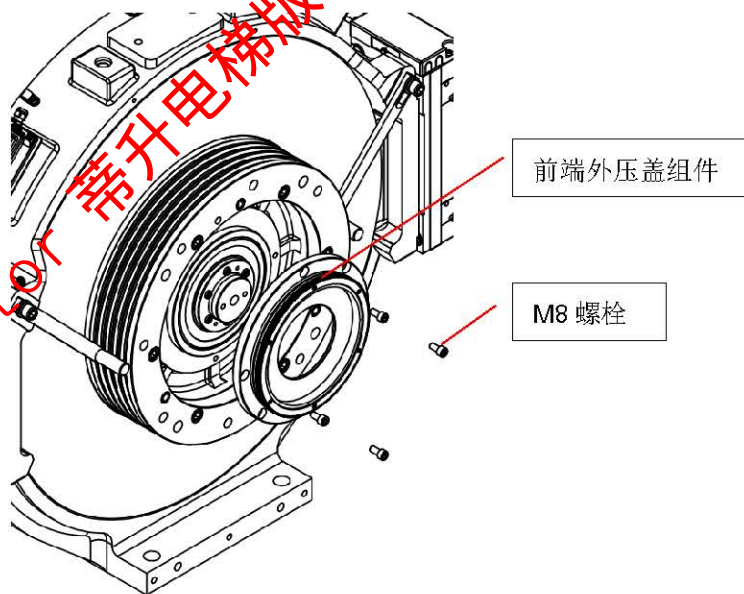

图 8-4 编码器环组件拆卸示意图
- 按图 8-4 所示，拆除固定前端外压盖组件的 M8 螺栓，将前端外压盖组件从制动轮上拆除，更换安装新的前端外压盖组件，锁紧安装螺栓。